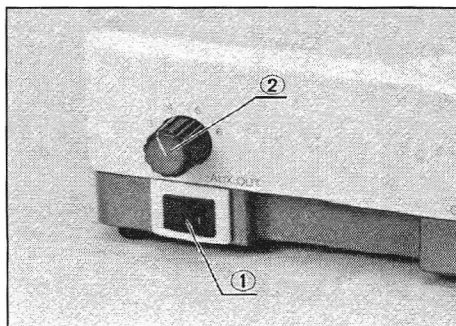

Abb. 15
- a) Ein/Aus-Schalter ① des Hilfsausgangs einschalten. (Abb. 15)
- b) Beleuchtung mit Hilfe des Reglers für den Hilfsausgang ② einschalten.
- c) Nach Gebrauch den Hilfsausgang mit dem Ein/Aus-Schalter ① wieder ausschalten.